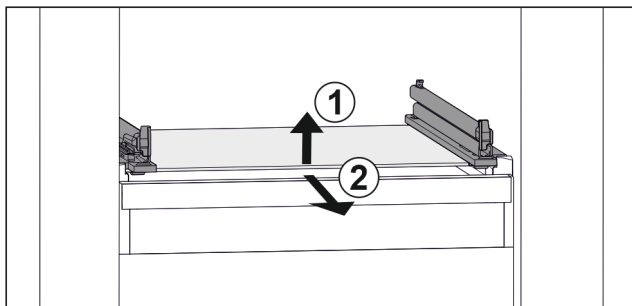

Fig. 114 Приблизне відображення скляної пластини
- ▶ Підняти скляну пластину спереду. Fig. 114 (1)
- ▶ Вийняти скляну пластину рухом вперед. Fig. 114 (2)